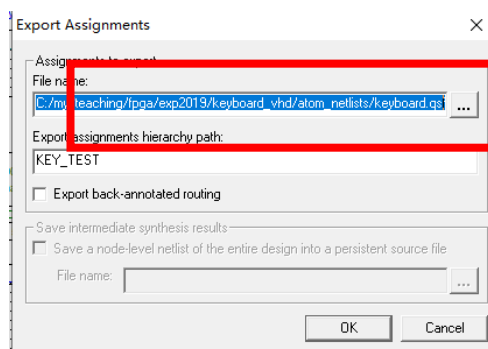

图 2.8 Export Assignments 对话框
- 2) 在菜单栏选择 Assignments—>Export Assignments, 打开图 2.8 所示窗口